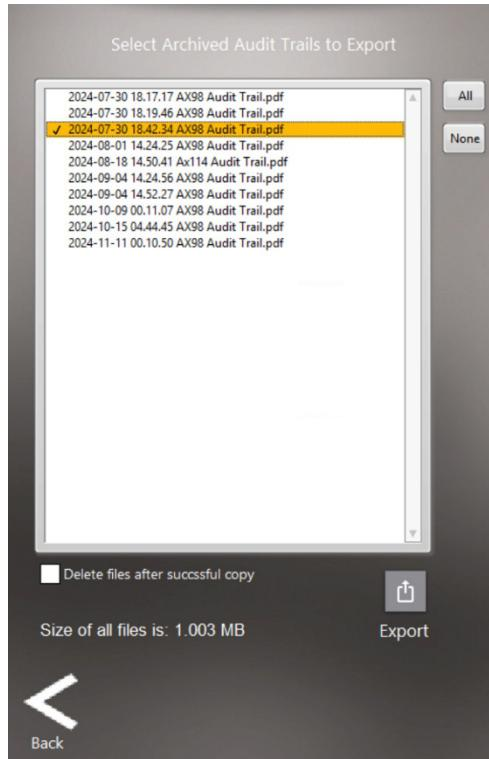

图16：导出存档的审计追踪屏幕
2. 要导出以前存档的审计追踪，轻触 **Export Archived** (导出存档)  图标，将显示图 16 中的屏幕：